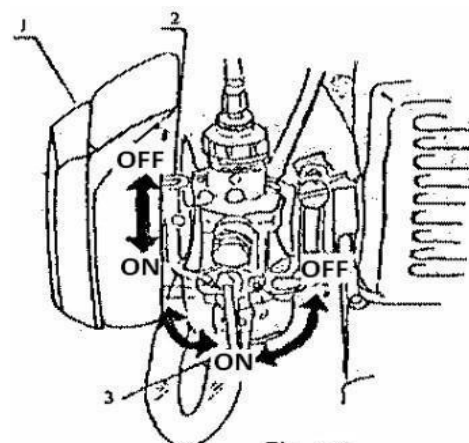

Fig. 11
- Setati intrerupatorul in pozitia ON, conform Fig. 11.
- Deschideti socul (a se vedea Fig. 11).